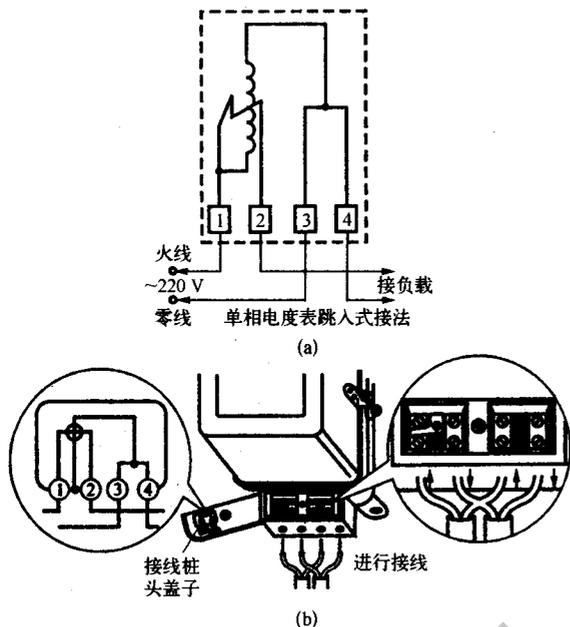
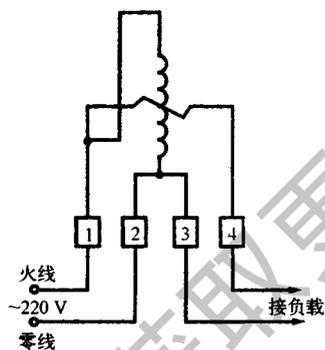

图 1-83 单相电度表交叉接线实物图
图 1-84 单相电度表顺入接线图
选好单相电度表后,应进行检查安装和接线。因电度表型号不同,有两种接线方式:图 1-83(a)所示是交叉接线图,图中①、③为进线,②、④接负载,接线柱①要接火线(相线)。这种电度表目前我国最常见而且应用最多,为了直观,初学者可参照 1-83(b)所示的实物图连接。而图 1-84 是另一种电度表接线图,图中 1、2 为进线,3、4 为负载线。这种电度表不常使用。
(3) 电度表安装注意事项
- ① 检查表罩两个耳朵上所加封的铅印是否完整。
- ② 电度表应安装在干燥、稳固的地方,避免阳光直射,忌湿、热、霉、烟、尘、砂及腐蚀性气体。位置要装得正,如有明显倾斜,容易造成计算不准、停走或空走等毛病。可挂得高些,但又要便于抄表。